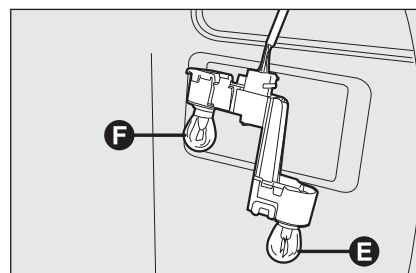

fig. 40
- enlever et remplacer l'ampoule intéressée en la poussant légèrement et en la tournant dans le sens inverse des aiguilles **fig. 40**;